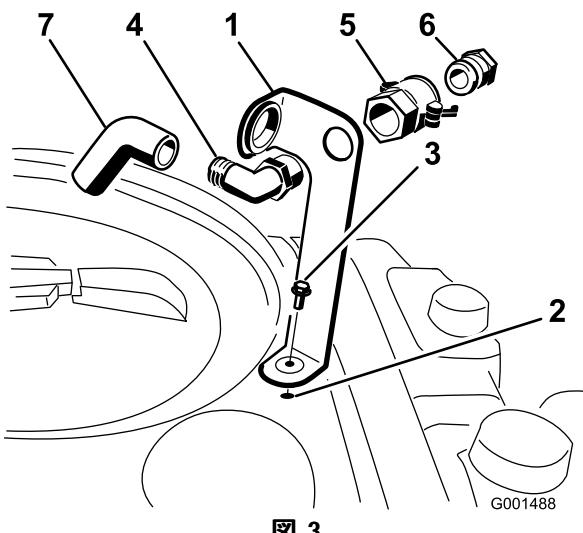

図 3
- タンクに開けてあるネジ穴に合わせて補給口ブラケットをセットし、フランジヘッド・ボルト (5/16 x 3/4 インチ) で固定する(図 3)。
- 90度エルボのネジ切りしている側をブラケットに通し、クイック・カップラでブラケットに固定する(図 3)。
- クイック・カップラにホース・アダプタを取り付ける(図 3)。
- カップラについているレバーをアダプタ側に倒してロックし、ヘアピンコッターで固定する(図 3)。
- 逆流防止ホースを、ブラケットの大きな開口部に通してから、90度エルボに取り付ける(図 3)。